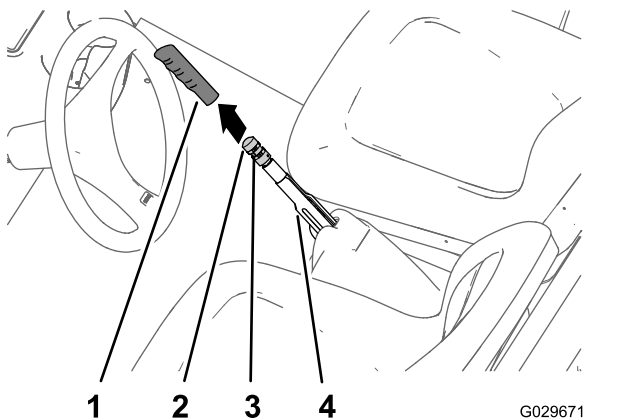

图 62
1. 卸下手刹操纵杆上的把手（图 62）。
2. 松开将刹车调整旋钮固定到手刹操纵杆上的固定螺丝（图 62）。
3. 旋转刹车调整旋钮，直至达到接合手刹操纵杆的 133~156N 的力（图 62）。
4. 拧紧固定螺丝并安装把手（图 62）。
2. 松开将刹车调整旋钮固定到手刹操纵杆上的固定螺丝（图 62），松开手刹，然后松开刹车调整旋钮。
5. 旋转刹车调整旋钮（图 62），直至达到接合手刹操纵杆需要的 133~156N 的力。
- C. 旋转刹车调整旋钮（图 62），直至达到接合手刹操纵杆需要的 133~156N 的力。
- 拧紧固定螺丝并安装把手（图 62）。